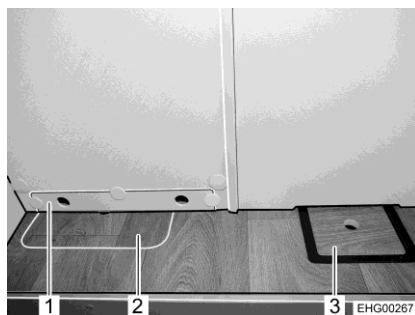

Fig. 141 Accès au réservoir d'eaux usées à l'arrière
- Retirer le cache (Fig. 141,1).
- Ouvrir la trappe du réservoir d'eaux usées (Fig. 141,2)
- Ouvrir la trappe du robinet de vidange (Fig. 141,3).
- Fermer la trappe du robinet de vidange (Fig. 141,3).
- Fermer la trappe du réservoir d'eaux usées (Fig. 141,2).
- Remettre le cache (Fig. 141,1) en place.